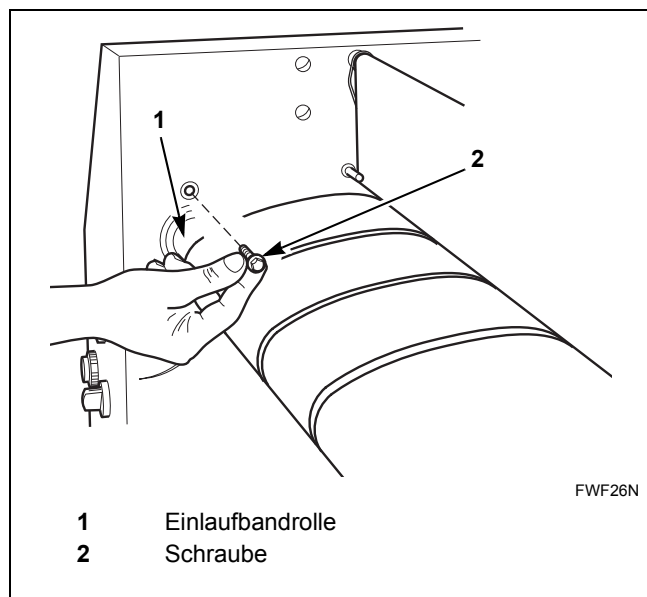

Abbildung 27
6. Entsperren Sie die Einlaufbandrolle an der linken inneren Seitenverkleidung, indem Sie zwei Schrauben lösen. Halten Sie die Rolle an ihrer Position und prüfen Sie die Ausrichtung, in der das Lager montiert ist. Siehe *Abbildung 27*.